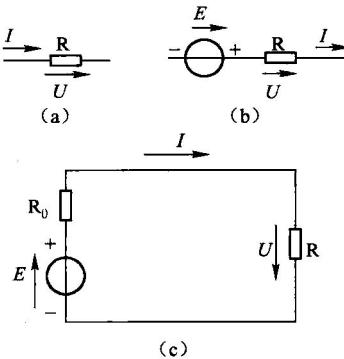

图 1-1 欧姆定律
(1) 不包含电源的部分电路如图 1-1 (a) 所示。
(2) 包含电源的部分电路如图 1-1 (b) 所示。
(3) 全电路欧姆电路如图 1-1 (c) 所示。